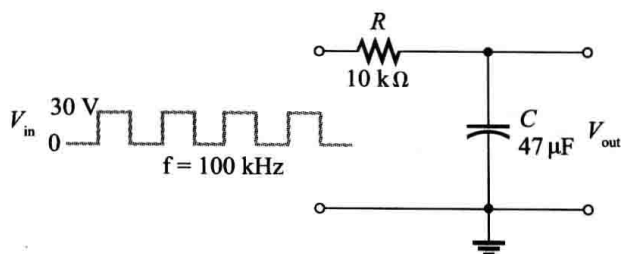

图 15-58
- 试问如图 15-58 所示方波输入的 RC 积分器稳态输出电压是多少?